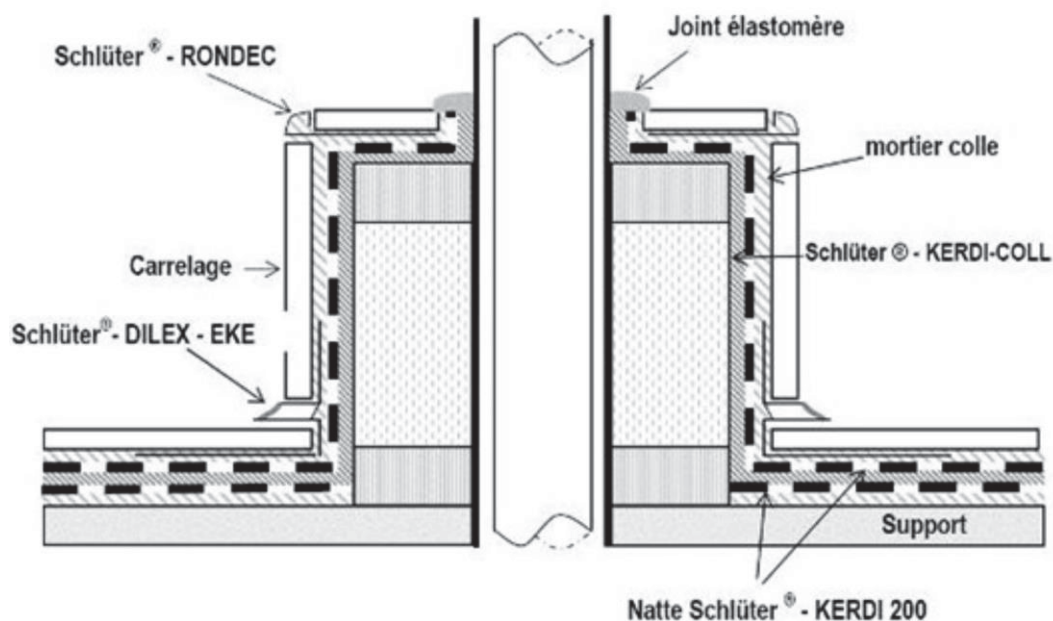

Figure 5 - Traitement des canalisations traversantes
2.4.2.1. Canalisation traversante (figure 5)